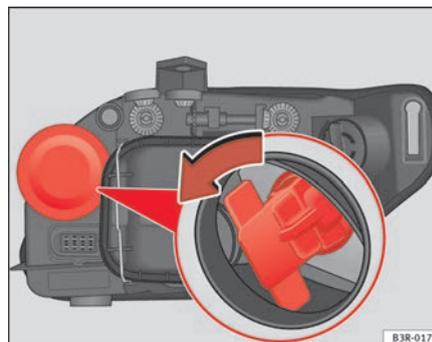

Fig. 215 Lampe du feu clignotant
- Retirez le support d'ampoules en le saisissant par la base et en tournant dans le sens des aiguilles d'une montre ⇒ fig. 215.